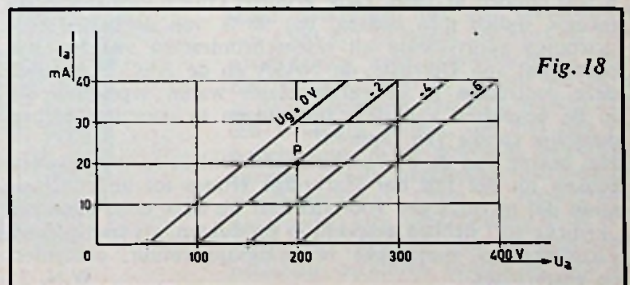

Fig. 18
a. De gevraagde I_a - U_a -karakteristieken worden gevonden door de gegeven waarden voor S , U_o en R_i in de vergelijking in te vullen en vervolgens I_a als functie van U_a te tekenen. We vinden dan fig. 18.
Het werkpunt is in fig. 18 met P aangeduid.